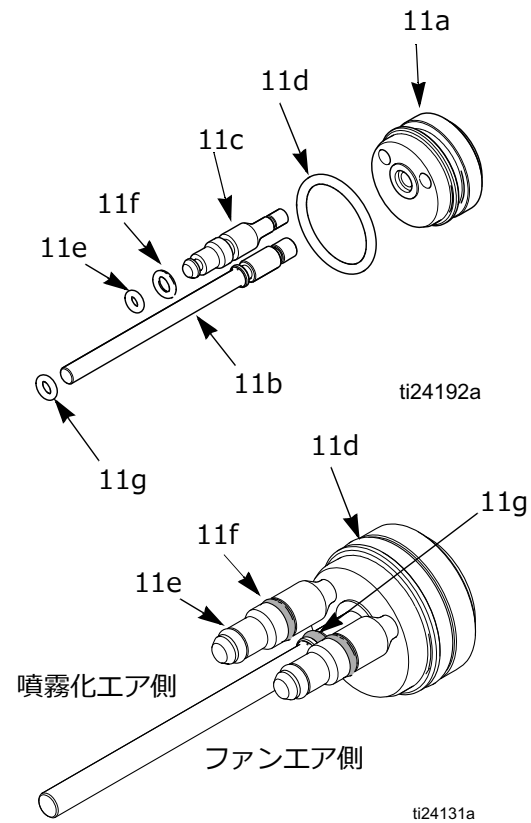

図 22. ピストンの O-リング
4. ピストンキャップ (13) をガンの後部から取り外します。
5. ピストンロッド (11) を押して、ピストンをガンの後部から押し出します。
6. O-リング (11d、11e、11f、11g) に損傷がないか検査します。表 3 および 図 22 を参照してください
9. スプリング (12) ピストンキャップ (13) を取り付けます。